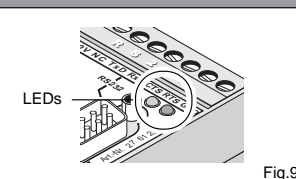

Fig.9
3.3. Data Indicator (Fig. 9)
3.3. Indicateur de données (Fig. 9)
3.3. Indicador de datos (fig. 9)